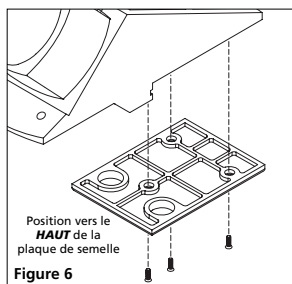

Figure 6
3. Retirer la plaque de semelle, placer une nouvelle ou une autre semelle alternative. S'assurer que la semelle est en position vers le « haut » (up) (voir la figure 6).